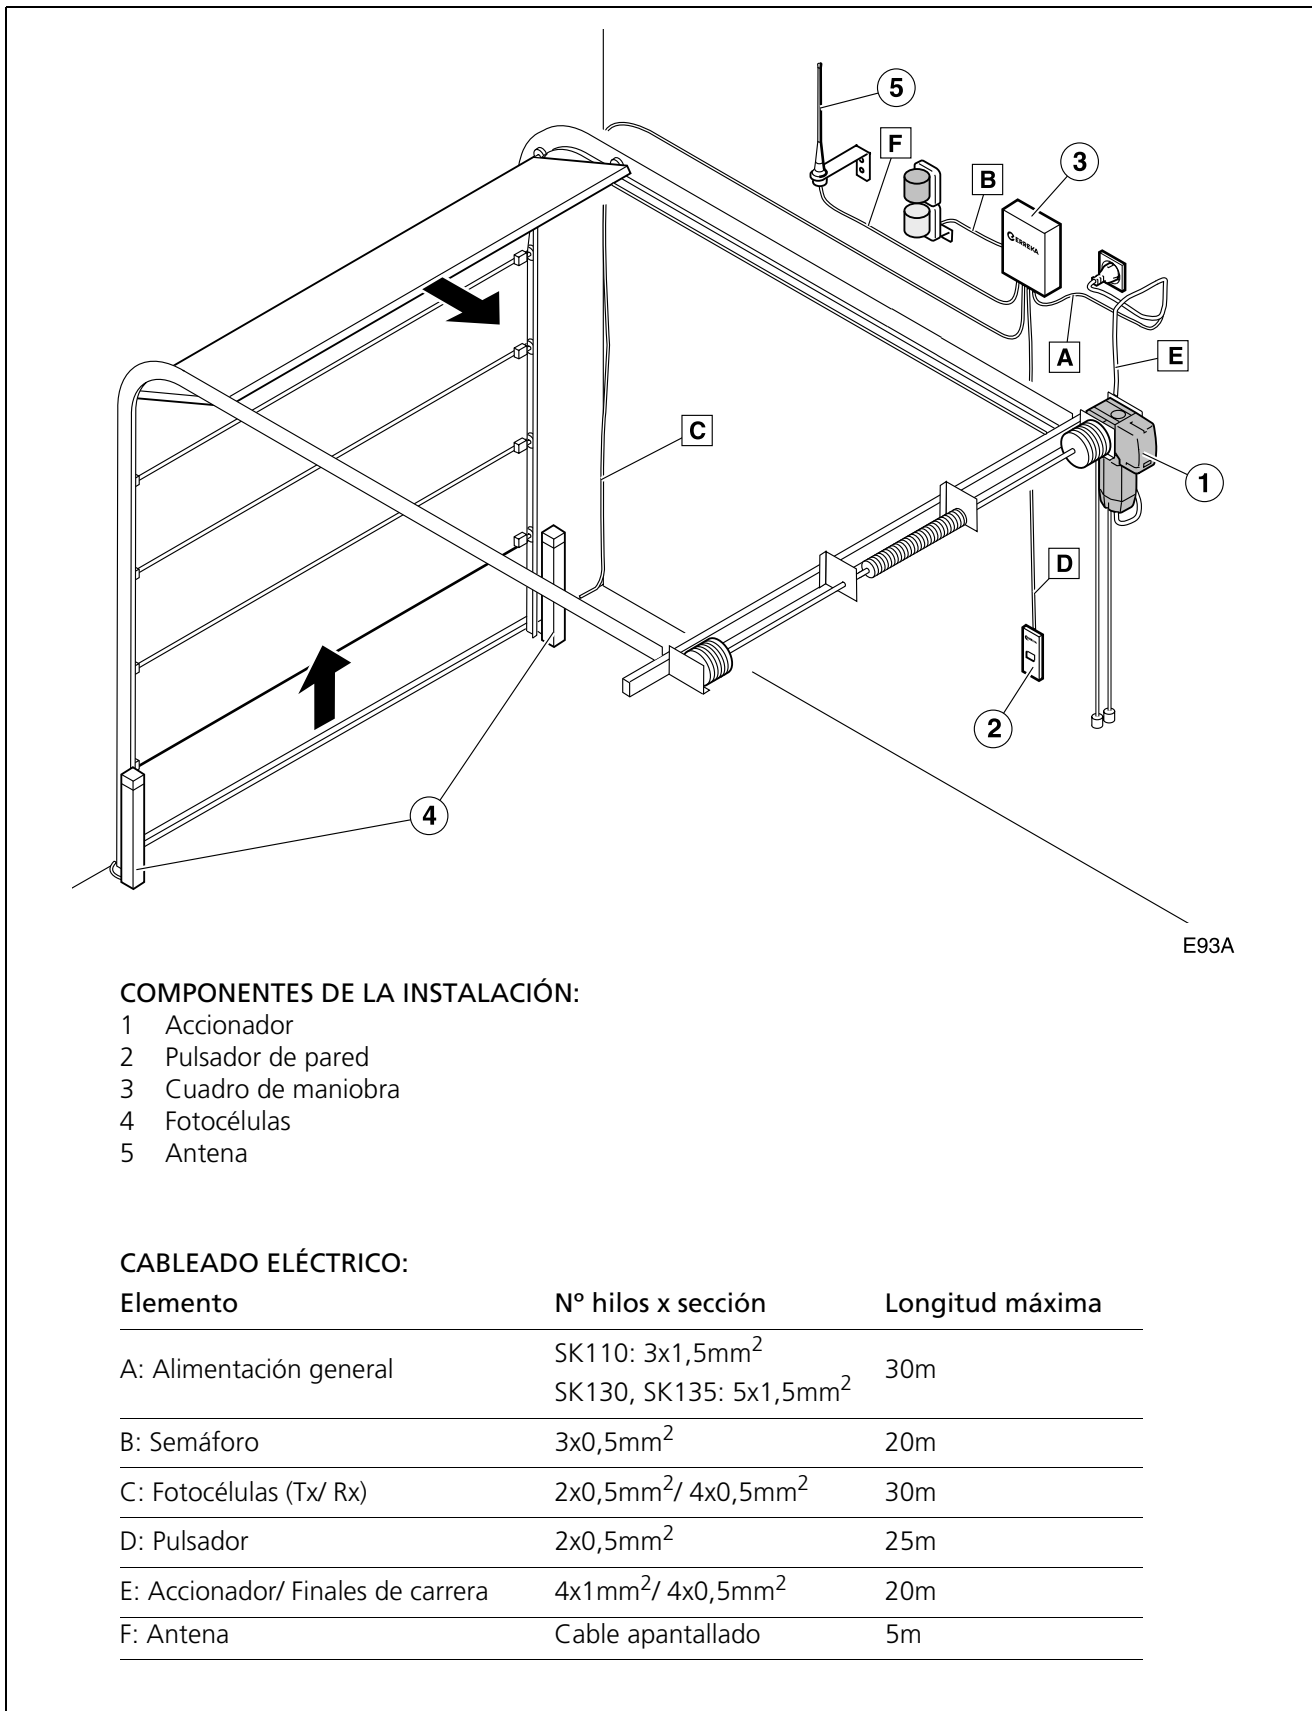

Fig. 1 Elementos de la instalación completa
- ⓘ Para más información, vea "Fig. 1 Elementos de la instalación completa" en la página 3.
- ☞ La sección de los cables eléctricos se indica en: "Fig. 1 Elementos de la instalación completa" en la página 3.